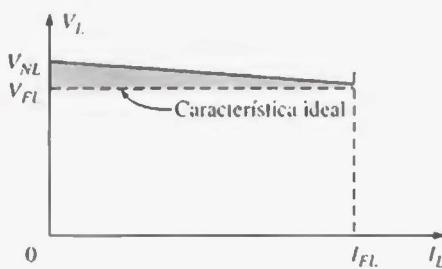

FIGURA 5.56
Para cualquier fuente, las condiciones ideales estipulan que para el rango de demanda de carga (I_L), el voltaje terminal permanece fijo en magnitud. En otras palabras, si una fuente se fija en 12 V, es deseable que mantenga este voltaje terminal, aunque la demanda de corriente a la fuente pueda variar. Una medida de qué tan cercana se encuentra una fuente a las condiciones ideales la ofrece la característica de regulación de voltaje. Por definición, la **regulación de voltaje (RV)** de una fuente entre los límites de las condiciones con carga completa (FL, del inglés *Full Load*) y sin carga (NL, del inglés *No Load*) (Figura 5.56) estará dada por lo siguiente: